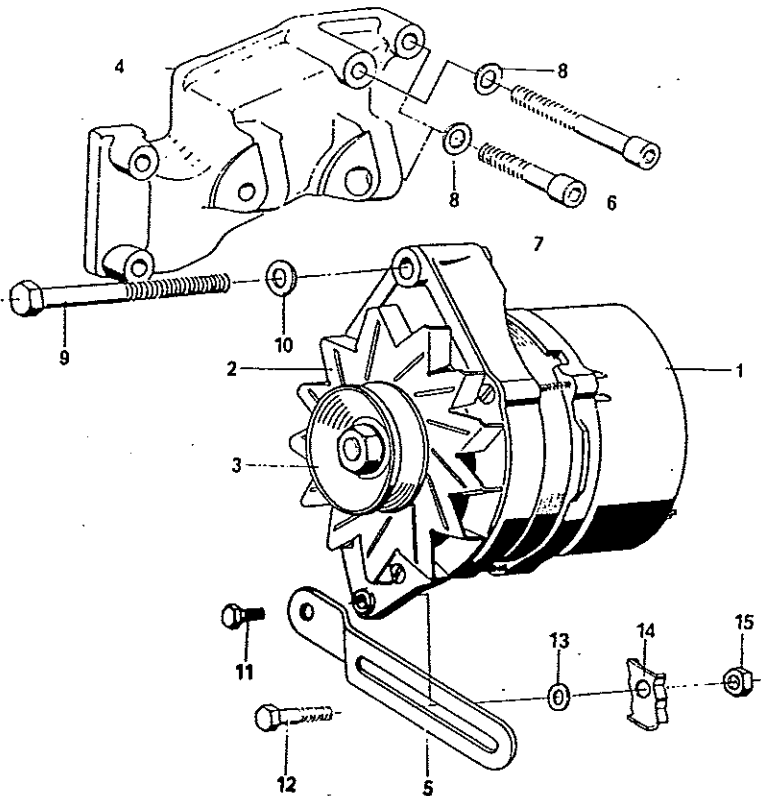

Bild 14: Befestigungselemente der DLM
- Das Spannen des Keilriemens erfolgt beim Festziehen der Befestigungsschrauben Nr. 9, 11 und 12 (Bild 14)
- Befestigungsschrauben 9, 11 und 12 lösen und die Drehstromlichtmaschine abnehmen. Die Halterung (4) verbleibt am Motor (Bild 14).